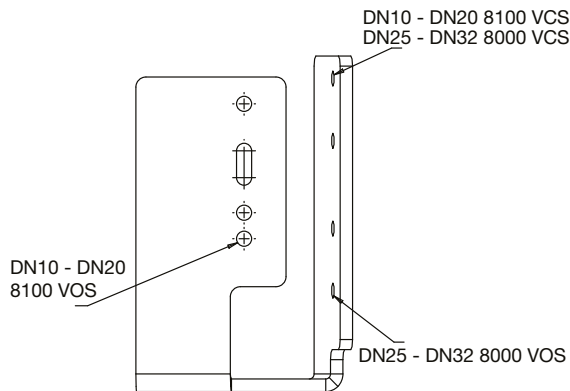

Figure 2 : Support de l'indicateur de position IP 67
- Noter la position de la baguette et l'emplacement des trous de fixation. Retirer les 2 vis avec précaution et soulever l'indicateur de position existant. Se référer aux Figures 2 à 5 (page 10-30.4-45) pour assurer le bon emplacement de l'indicateur de position.
- Se référer aux Figures 2 à 5 pour assurer le bon emplacement de l'indicateur de position. La taille de vanne est représentée dans le numéro de modèle par les 4 premiers caractères. Par exemple, une vanne H de 1-1/4" devrait avoir le n° de modèle 125H.